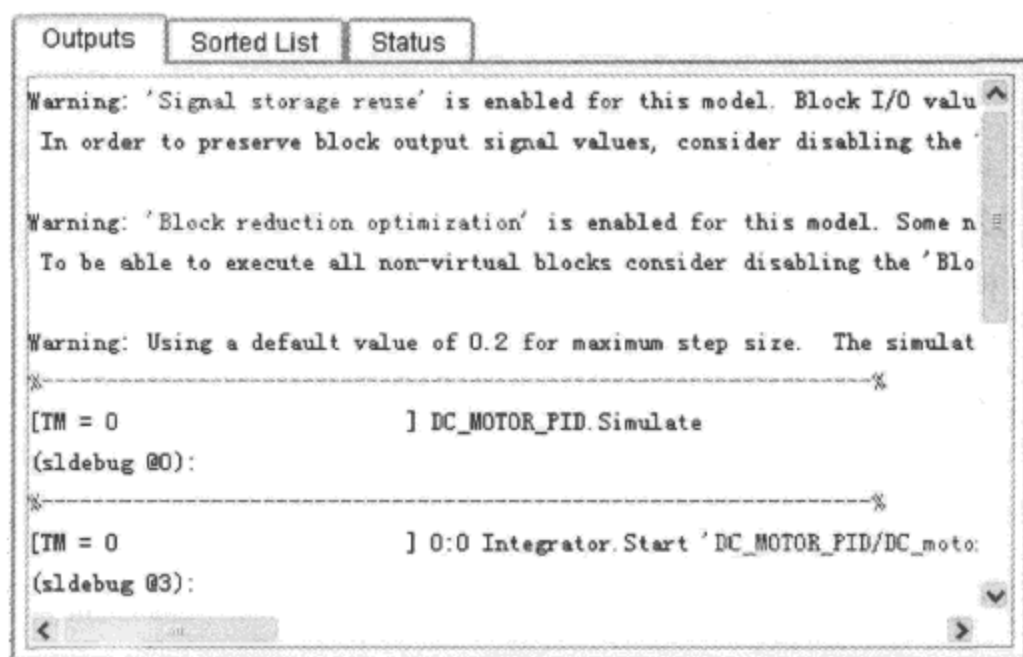

图 2.3.5 信息显示界面
① Method:方法名列以树形结构列出了从仿真开始时刻至此的所有“方法”。树形图的节点表示“方法”对其他“方法”的调用,展开一个节点即可观察上一级“方法”调用的次级“方法”。单击包含于模块中的“方法”(蓝色)会使模型中相应的模块高亮显示。
② Breakpoints:用户可以通过断点列的复选框设置断点。(在动画模式下此功能无效。)
③ ID :ID 列按顺序显示方法名列中所列出的所有“方法”的 ID 号码。
(4) 信息显示界面。信息显示界面共有 3 个选项卡:Outputs、Sorted Lists 和 Status。如图 2.3.5 所示。